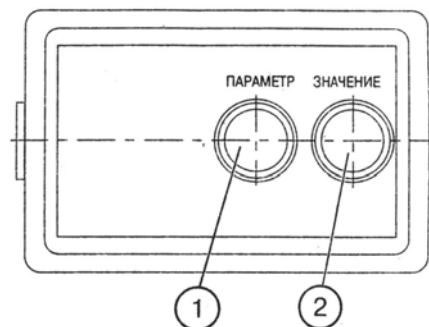

Рис. 2. Пульт управления (А3):
- при остановленном тракторе после установки выключателя стартера и приборов в положение «I» на дисплее (7) появляется индикация (5) наработки двигателя в часах;
- при движении трактора на дисплее (7) появляется индикация (6) скорости движения трактора (км/ч), при этом индикация (5) исчезает. Электрический сигнал скорости движения поступает от датчиков скорости, установленных на крышке заднего моста (BV1, BV2). Показания скорости осуществляются по сигналу с датчика, установленного на шестерне конечной передачи колеса, вращающегося с меньшей частотой. Расчетная скорость выше действительной, т.к. не учитывается буксование трактора;
- после запуска двигателя стрелочный указатель (8) перемещается по круговой шкале (1) для индикации частоты вращения коленчатого вала двигателя. Одновременно на дисплее (4) появляется индикация частоты вращения ВОМ (об/мин) Шкала (3) - для ВОМ I и шкала (2) - для ВОМ II. Электрический сигнал частоты вращения подается с фазной обмотки генератора.
1.2 Пульт управления тахоспидометром (рис. 2)
— нажмите кнопку (1) для входа в режим программирования (рис. 2).
- нажмите кнопку (1) пульта и выведите поочередно на дисплей (3) тахоспидометра (4) «Z» и «R»;
- нажмите кнопку (2) пульта и установите значение числа зубьев (Z) согласно таблице 1 и значение Rk согласно таблице 2: